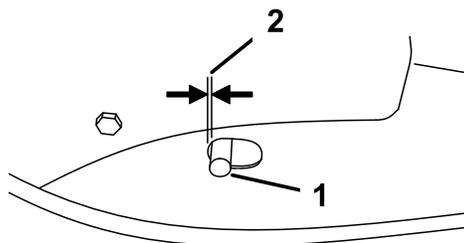

Figure 30
2. Lorsque le levier de commande de déplacement est désengagé, vérifiez la goupille dans la fente allongée à gauche de la machine, au-dessus du pneu (Figure 30).
Remarque: L'avant de la fente et le bord avant de la goupille doivent être distants de 6 mm ($\frac{1}{4}$ po) (Figure 30).
Remarque: Si un réglage est nécessaire, voir Figure 30.